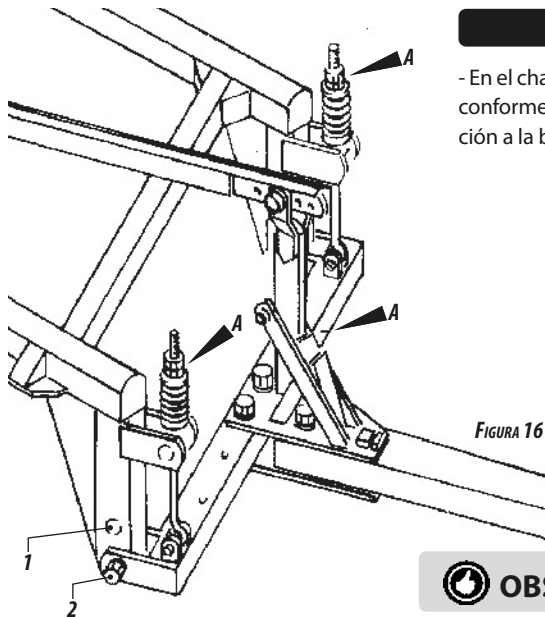

FIGURA 16
- En el chasis principal hay los "brazos" de enganche, lo cual poseen dos agujeros (superior e inferior), conforme la **figura 16**, con la finalidad principal de nivelar la barra de enganche de la rastra en relación a la barra de tracción del tractor.
- Dejar una holgura de 10 - 20 mm entre la tuerca y el apoyo del resorte de la varilla estabilizadora; observar también una holgura de 10 - 20 mm entre el soporte de la barra estabilizadora y el apoyo de la chapa superior de la barra de tiro conforme indicado en la letra "A" da **figura 16**.